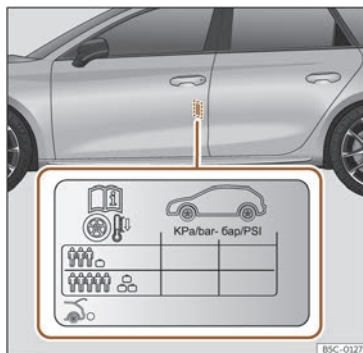

Fig. 236 Emplacement de l'autocollant de gonflage des pneus.
- Adaptez la pression des pneus en fonction de la charge transportée par le véhicule >>> **fig. 236.**
Les valeurs de pression de gonflage figurent sur l'autocollant situé sur la face arrière du cadre de la portière avant gauche >>> **fig. 236.**
Adaptez la pression de gonflage des pneus à la charge du véhicule. Si le véhicule est chargé au maximum, vous devez augmenter la pression de gonflage jusqu'à la valeur maximale de charge indiquée sur l'autocollant >>> **fig. 236.**
Dans le cas de la roue de secours de taille réduite (125/70 R16 ou 125/70 R18), la gonfler à une pression de 4,2 bar comme indiqué sur l'autocollant de pression des pneus >>> **fig. 236.**
- Le conducteur est responsable de la pression correcte de tous les pneus de son véhicule. La pression de gonflage recommandée est indiquée sur un autocollant >>> **fig. 236.**
- Avec les pneus à froid, la pression devra toujours être celle indiquée sur l'autocollant >>> **fig. 236.**